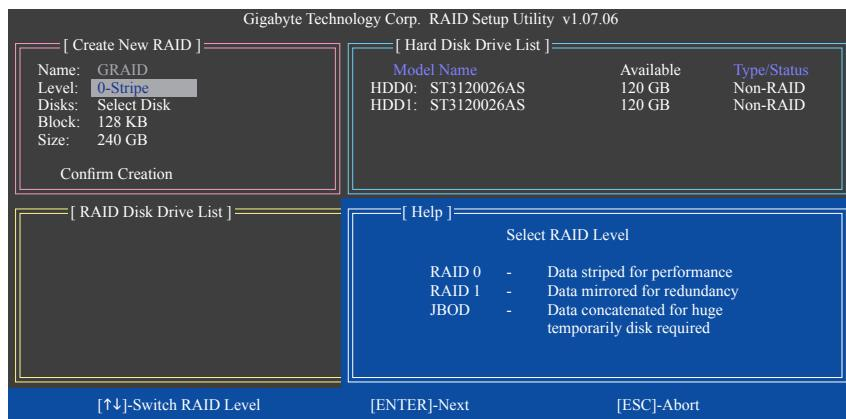

図 5
Create New RAID ブロックに、アレイを作成するために設定する必要がある項目がすべて表示されます(図 5)。
2. **RAIDモードの選択:** **Level** 項目の下で、上または下矢印キーを使用して RAID 0(ストライプ)、RAID 1(ミラー)、JBOD(図 5)を選択します。<Enter> を押して、次のステップに進みます。